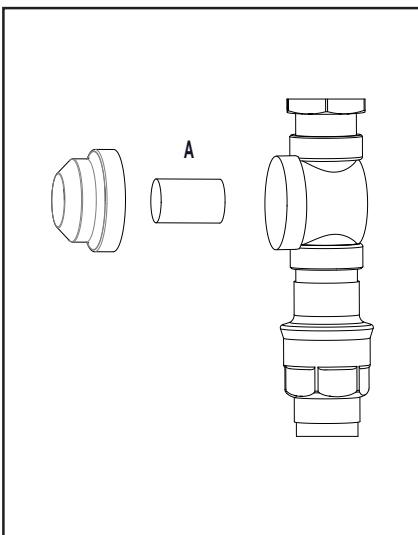

Fig. 2
5. Entfernen Sie den Filter (A, Abb. 2), und legen Sie den Filter in einer Entkalkungslösung.